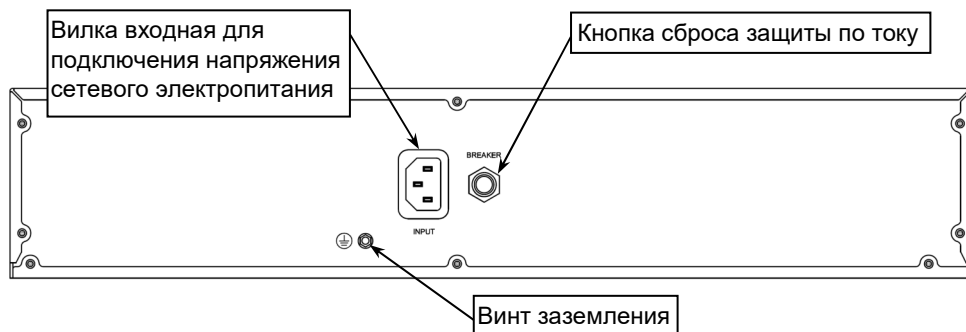

Рисунок 2 – Общий вид задней панели изделия.
На задней панели изделия расположены: входной разъем, кнопка сброса срабатывания защиты по току (срабатывание защиты происходит при превышении уровня входного тока выше допустимого) и винт заземления (см. рисунок 2).
Разместите изделие в шкафу и закрепите его на передних стойках. Соедините винт заземления изделия (см. рисунок 2) с контуром заземления телекоммуникационного шкафа перемычкой заземления (в комплект поставки не входит).
- Снимите с ИБП переднюю панель потянув ее на себя за правую сторону. (см. рисунок 2). **ВНИМАНИЕ! Будьте осторожны:** с левой стороны к плате индикатора на передней панели подключен ленточный кабель, не повредите его.
- Подключите изделие к сетевому напряжению через входной разъем «INPUT» (см. рисунок 2) и шнур сетевого питания (входит в комплект поставки).